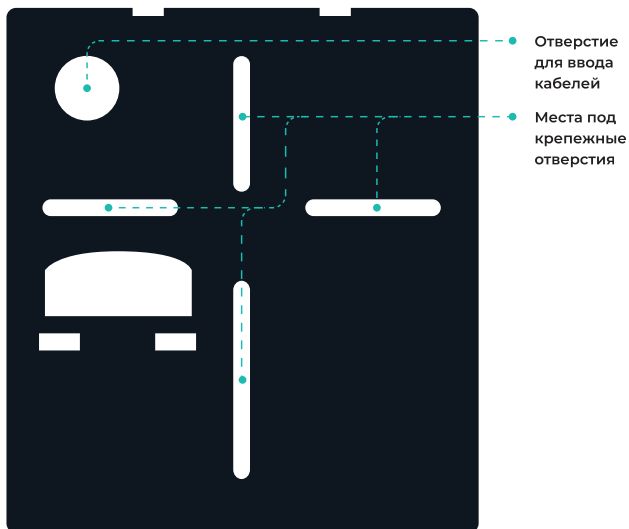

Рисунок 3. Разметка мест крепления
- ① Распакуйте коробку и проверьте комплектность терминала.
- ② Определите место установки терминала.
- ③ Выкрутите винты, расположенные в нижней части корпуса терминала и крепящие его к задней крышке. Снимите заднюю крышку.
- ④ Разметьте места крепления терминала, приложив заднюю крышку терминала к стене (рис. 3).
- ⑤ Осуществите прокладку и подвод всех необходимых кабелей. Должны применяться кабели, соответствующие таблице 2, или близкие по техническим характеристикам. Проверьте отсутствие разрывов, замыканий и механических повреждений в кабелях. Подключение производите при отключенном электропитании.
- ⑥ Заведите кабели в отверстие для ввода кабелей задней крышки терминала.
- ⑦ Закрепите заднюю крышку терминала на установочной поверхности с помощью крепежа, входящего в комплект поставки.
- ⑧ Подключите питание терминала согласно п.4.3 или 4.4.
- ⑨ Подключите сетевой кабель терминала согласно п.4.5.
- ⑩ При необходимости подключите замок и внешние датчики согласно п. 4.6 – 4.9 при использовании терминала для организации контроля и управления доступом или совместной работы со сторонним оборудованием через интерфейс Wiegand.
- ⑪ После подключения всех необходимых кабелей установите терминал на заднюю крышку и заверните расположенные на нижнем торце крепежные винты.